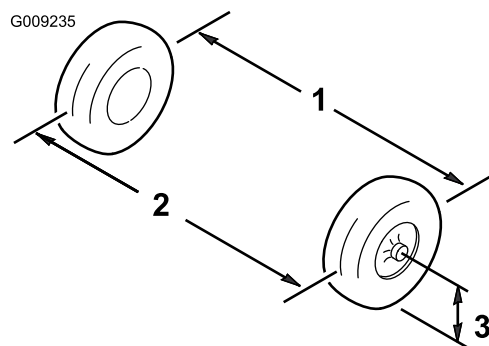

図 41
1. 前輪の前と後ろで、左右のタイヤの中央線間距離を測る計測はアクスルの高さで行う (図 41)。